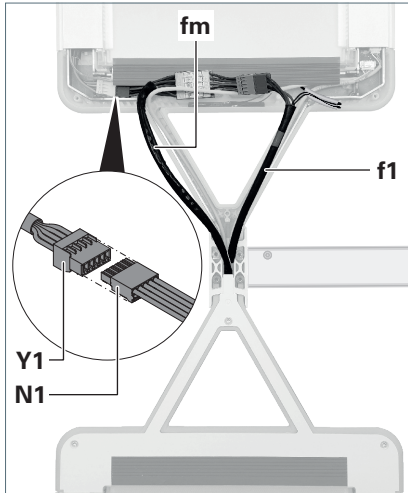

Fig. 22: Versorgungsleitung anschließen.
18. Nehmen Sie im Leuchtenkopf 1 die Stiftleiste **Y1** aus dem Fach unter dem Kühlkörper heraus, siehe Fig. 22.